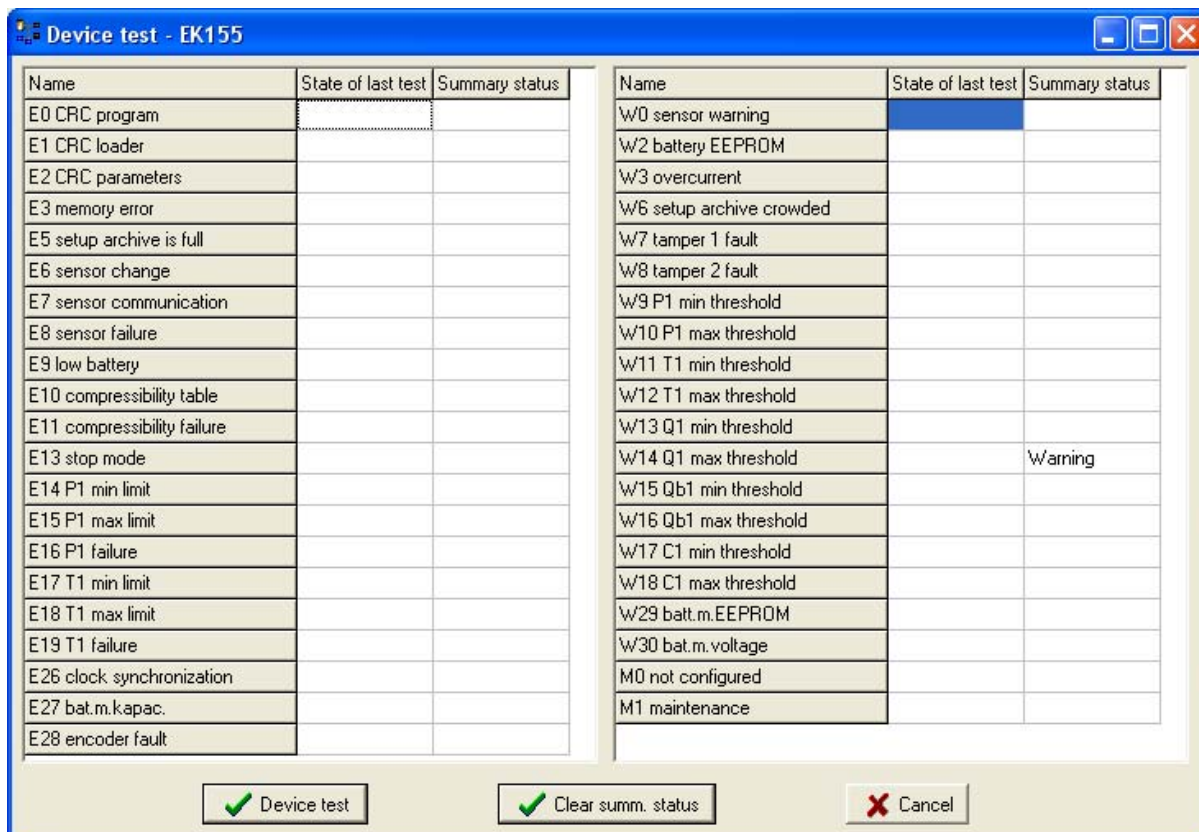

Fig. 34 Visualizzazione della diagnostica del dispositivo
b) Nel software sul PC (Fig. 34)